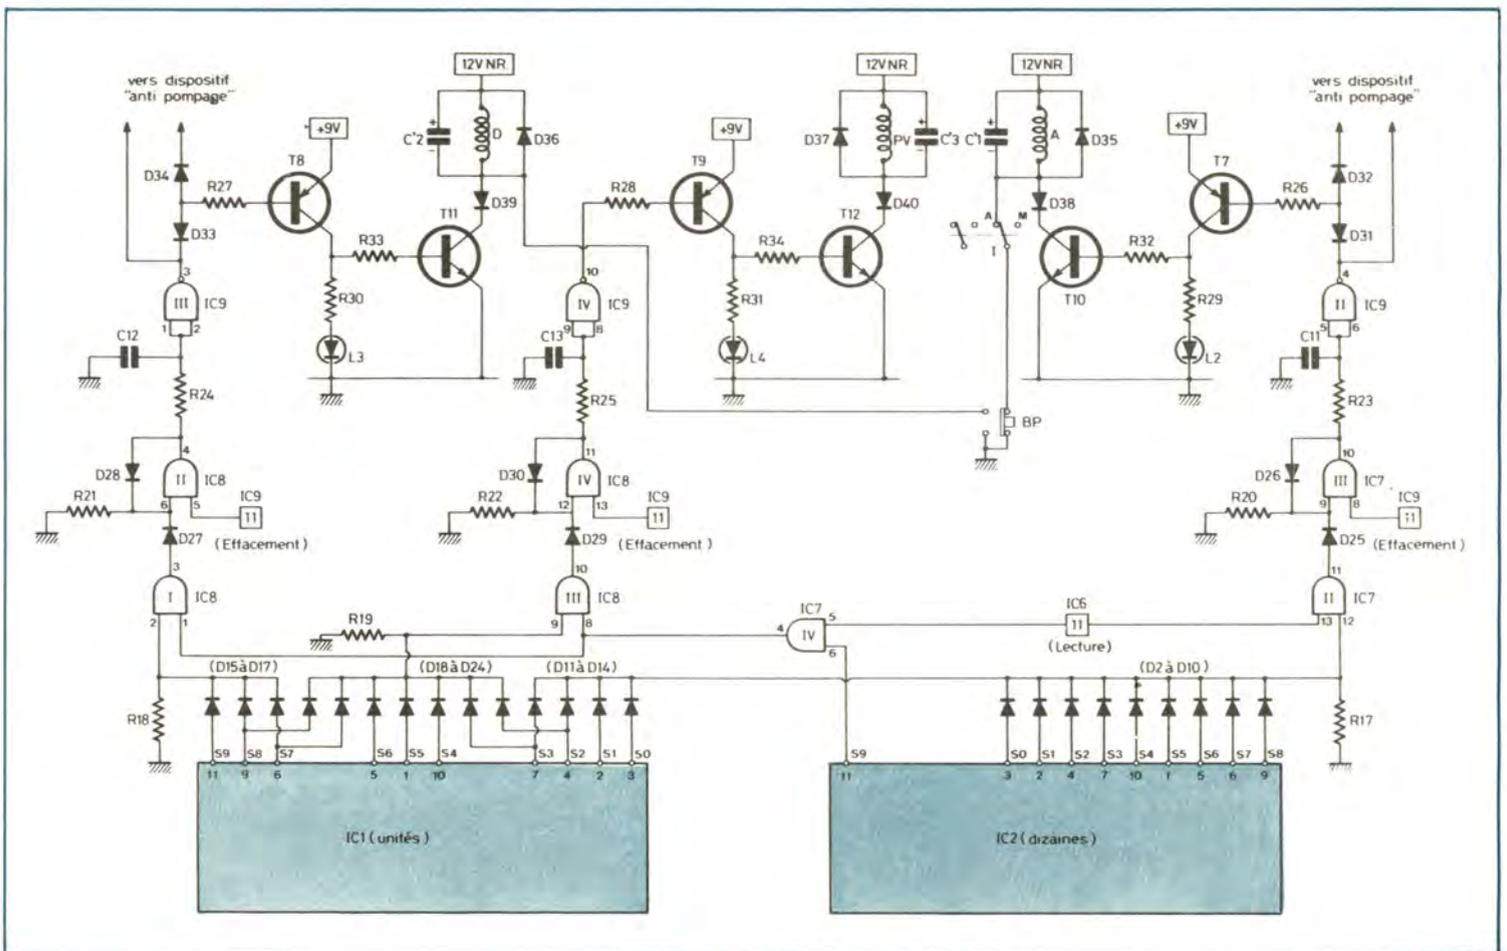

Fig. 5. – Section électronique des dispositifs de décodages et de commande des relais.
f) Mesure de la vitesse (fig. 5)